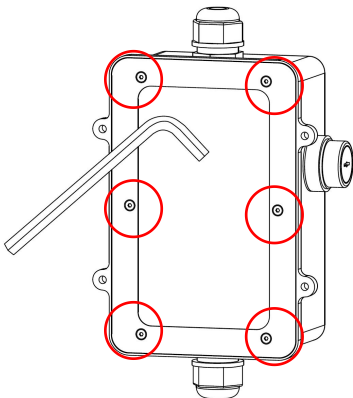
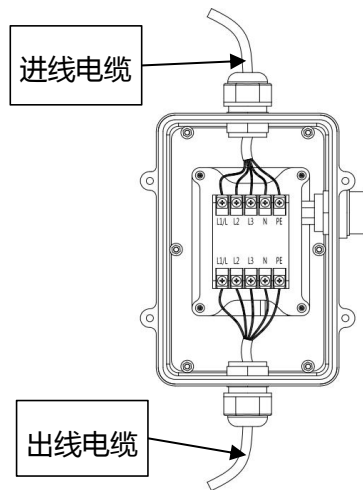

图 3
图 4
1) 如图 3 所示，使用 2.5#内六角扳手拆除后盖板螺栓，按图 4 的接线示意图，将联动器接至总电源和尘源设备之间；